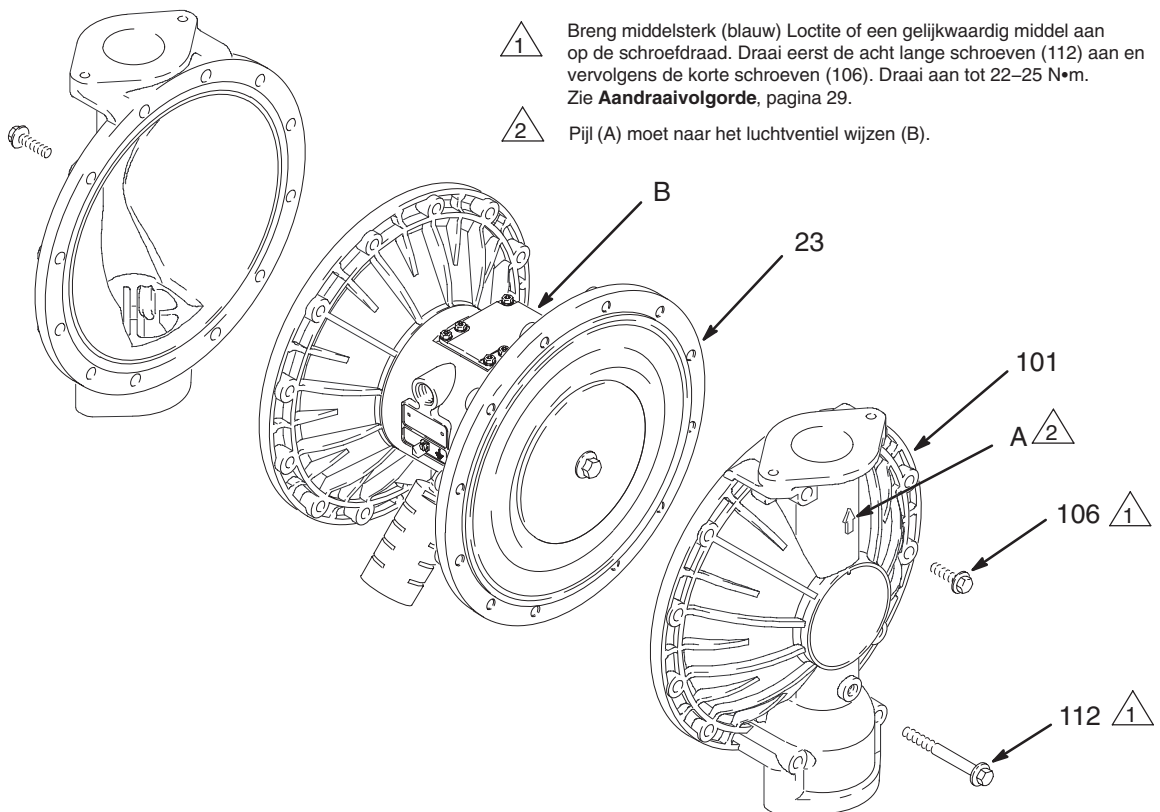

Fig. 11
3. Draai met een inbussleutel van 10 en 13 mm de bouten (106 en 112) die de vloeistofdeksels (101) op de luchtdeksels (23) vasthouden los. Trek de vloeistofdeksels (101) van de pomp. Zie Fig. 11.
- c. *Alleen bij de PTFE-uitvoering*: plaats het PTFE-membraan (403\*). Let erop dat de kant met de woorden "AIR SIDE" van de middenbehuizing af (1) wijst.
- d. Plaats het membraan (401\*) op de bout. Let erop dat de kant met de woorden "AIR SIDE" van de behuizing af (1) wijst.
- e. Plaats de membraanplaat (104) aan de luchtzijde, zo dat de verlaagde kant richting membraan (401) komt.
- f. Breng middelsterk (blauw) Loctite® of een gelijkwaardig middel aan op de schroefdraad van de bout (107). Schroef de bout (107) met de hand in de as (24).
3. Vet de gehele membraanas (24) en ook de uiteinden in en schuif de as in de behuizing (1).
5. Houd één asbout (107) vast met een sleutel en draai de andere bout aan tot 27–34 N•m) aan maximum 100 toeren per minuut.
6. Draai de vloeistofdeksels (101) en de middenbehuizing (1) zo, dat de pijlen (A) op de deksels wijzen naar de kant waar het luchtventiel (B) zit. Draai de deksels handvast met de schroeven (106 en 112). De langste schroeven (112) moeten in de bovenste en de onderste gaten van de deksels vallen. Zie Fig. 11.
7. Draai eerst met een inbussleutel van 13 mm de langere schroeven (112) kruiselings en gelijkmatig aan tot 22–25 N•m. Draai dan de kortere schroeven (106) aan met een inbussleutel van 10 mm. Zie **Aandraai volgorde** op pagina 29.